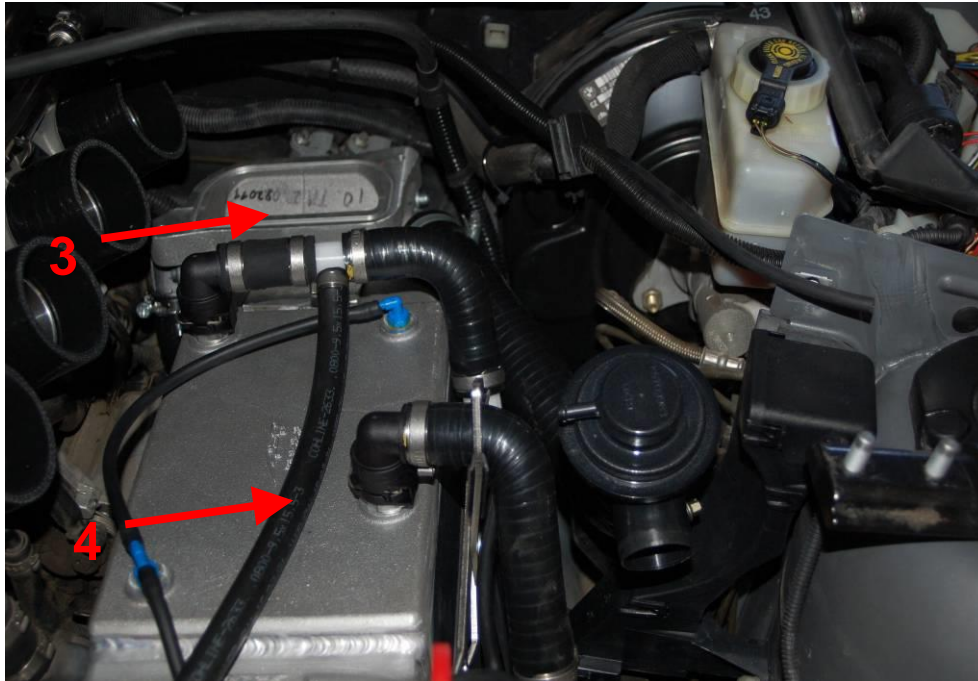

Abbildung 33
- o Unter Ansaugtrichter durchführen (Abbildung 33)